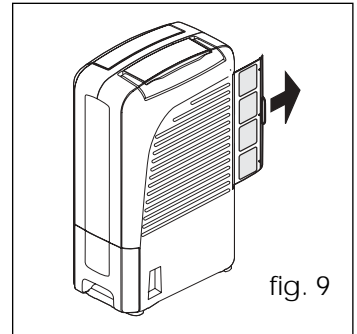

fig. 9
- Retirer le filtre au moyen de la poignée (fig. 9).